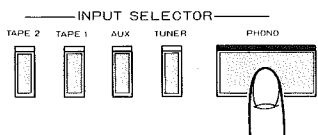

図7
(1)フロントパネルのINPUT SELECTORスイッチの“PHONO”を押します。ボタン上部“緑”のインジケータが点灯し入力を選択されたことを示します。(図7参照)